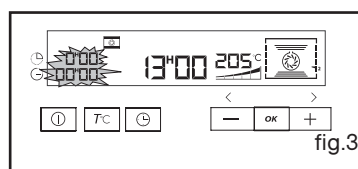

fig.3
È possibile regolare la temperatura premendo il comando $T^{\circ}C$ posto sotto il display (fig.3).
- l'indicatore del tempo di cottura e 0:00 lampeggiano (fig.3),